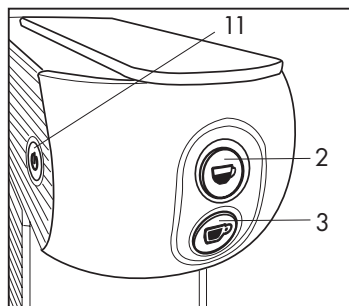

Fig. 11
- Controllare che non ci siano capsule all'interno e accendere la macchina azionando l'interruttore principale (11).
- Chiudere il supporto tazza piccola (10) e posare una grande tazza vuota sotto il beccuccio erogatore (4).
Tazza grande: Premere e tenere premuto il tasto (3). La macchina inizierà ad erogare acqua. Una volta raggiunto il livello d'acqua desiderato rilasciare il tasto (3). La macchina smetterà quindi di erogare acqua e rimarrà memorizzata la quantità per le ulteriori erogazioni. **(Fig.11)**
Tazza piccola: Premere e tenere premuto il tasto (2). La macchina inizierà ad erogare acqua. Una volta raggiunto il livello d'acqua desiderato rilasciare il tasto (2). La macchina smetterà quindi di erogare acqua e rimarrà memorizzata la quantità per le ulteriori erogazioni. **(Fig.11)**